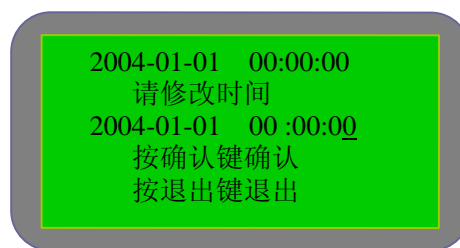

图 5-4-1
- 1) 时钟修改：在“设置”中选择“时钟修改”，进入图 5-4-1 所示界面，用下划线“\_”标注编辑位，按“左移”键“右移”键改变编辑位的位置，编辑位的值可通过按“上移”键或“下移”键改变，输入结束后按“确认”键确认。